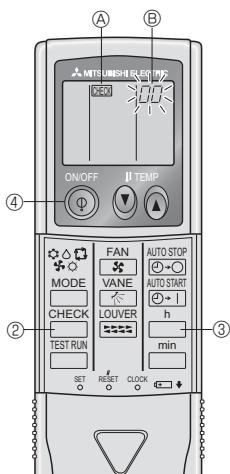

Fig. 7-4
7.3.2. Trådløs fjernstyring (Fig. 7-4)